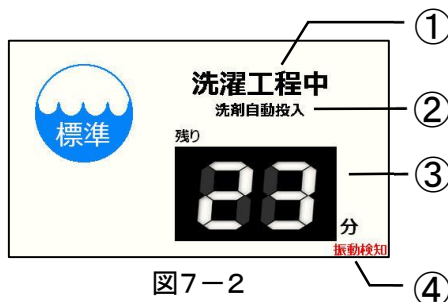

図7-2
7.1.2 運転中の画面(図7-2)
振動検知スイッチが作動している時に、図7-2のように画面の中に赤字で“振動検知”と表示されます。
運転中の画面(図7-2)を長押ししてメイン画面に移動します。その後、試運転画面に移動します。試運転画面で「**停止**」を2回押すことで、本機を完全停止できます。(図7-16)